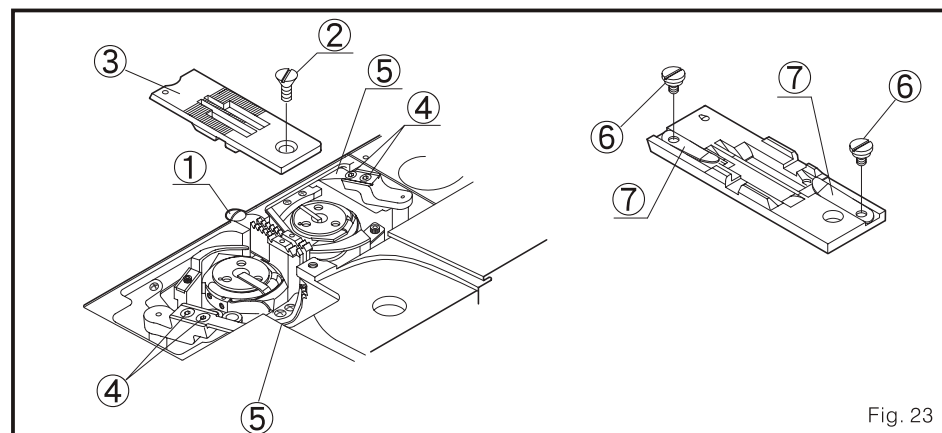
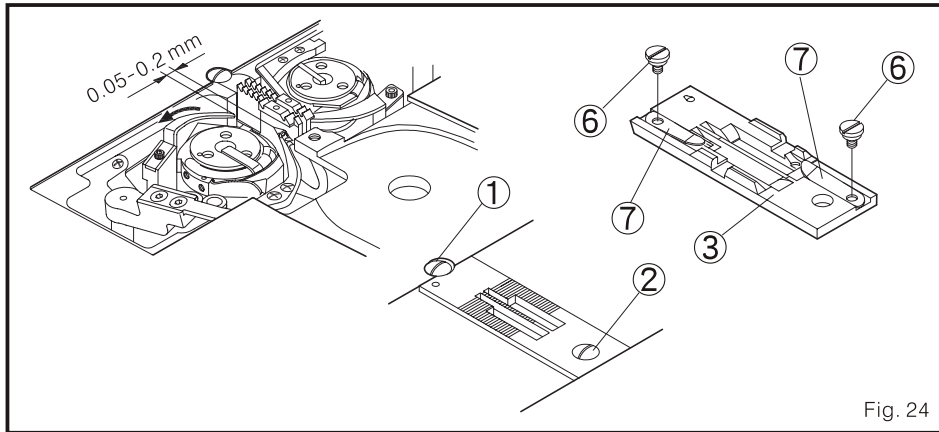

Fig. 23
Fig. 24
2. Ajustar a faca móvel 5 e a faca fixa 7. (Fig. 23, Fig. 24)